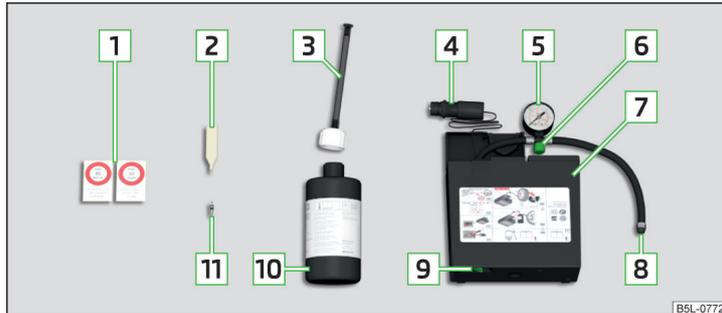

Abb. 154 Pannensetbeschreibung
- ▶ Den Ventileinsatzdreher **[2]** » **Abb. 154 auf Seite 142** auf den Ventileinsatz stecken, sodass der Ventileinsatz in den Schlitz des Ventileinsatzdrehers passt.
- Die Flasche **10** » **Abb. 154 auf Seite 142** einige Male kräftig hin und her schütteln.
- Den Reifenfüllschlauch **8** » **Abb. 154 auf Seite 142** fest auf das Reifenventil schrauben.
- Den entsprechenden Aufkleber **1** » **Abb. 154 auf Seite 142** auf die Schalttafel im Sichtfeld des Fahrers kleben.